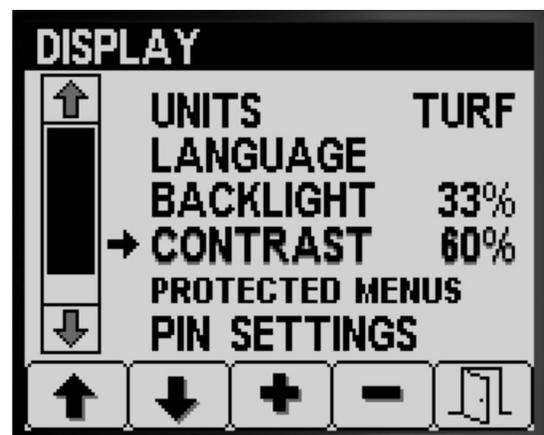

Bild 20
1. Drücken Sie Taste 1 oder 2, um auf die Option RÜCKBELEUCHTUNG oder KONTRAST zu navigieren (Bild 20).
2. Drücken Sie Taste 4, um den Eintrag RÜCKBELEUCHTUNG oder KONTRAST auszuwählen (Bild 20).
3. Drücken Sie die Taste 3 oder 4, um die gewünschte Rückbeleuchtung oder den Kontrast für das Display einzustellen (Bild 20).
4. Drücken Sie Taste 5, um die Einstellung zu speichern, den Bildschirm RÜCKBELEUCHTUNG oder KONTRAST zu beenden und auf den EINSTELLUNGEN-Bildschirm zu gehen (Bild 20).